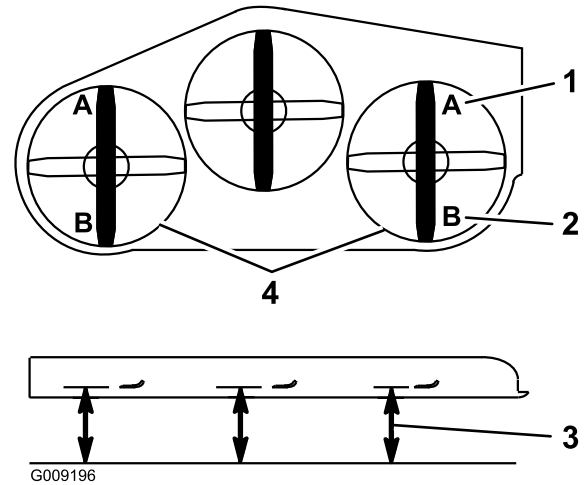

Figure 95
- De chaque côté du tablier de coupe, mesurez la distance entre la surface plane et la pointe avant de la lame (position A), comme montré à la Figure 95.
14. De chaque côté du tablier de coupe, mesurez la distance entre la surface plane et la pointe arrière de la lame (position B), comme montré à la Figure 95.